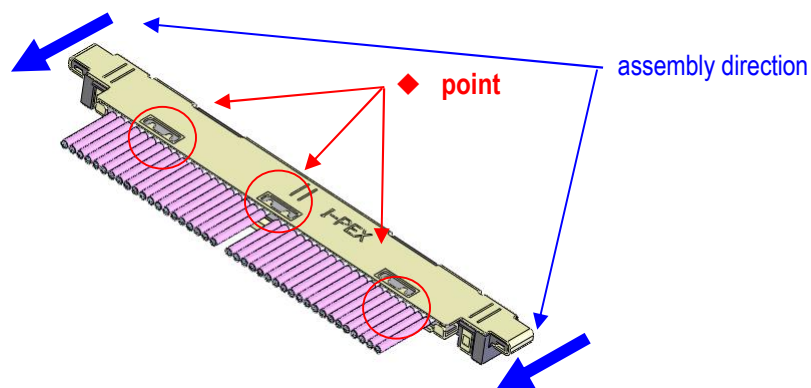

Fig.7 Soldering of Metal Cover and Ground Bar
- ③ Metal cover の表側 3 箇所(30P のみ 2 箇所)と ground Bar を半田コテにて全箇所半田付けすることを推奨する。 (Fig.7 ◆部)